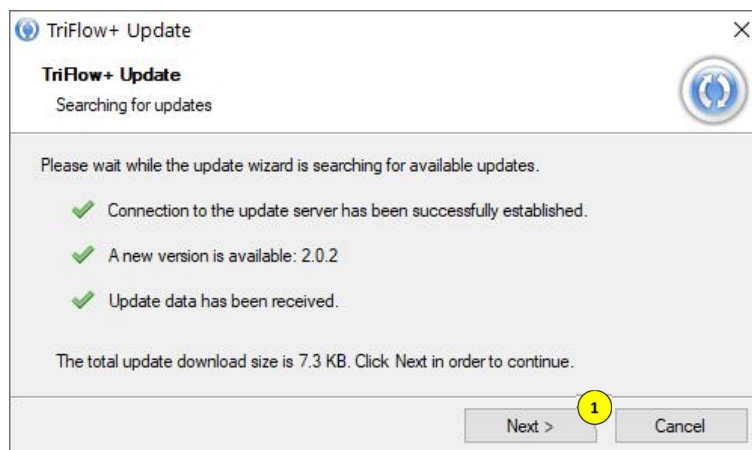

Abb. 23 Update verfügbar
Ist ein Update verfügbar, öffnet sich folgendes Fenster [Abb. 23 ]:
- Auf „Weiter“ (1) klicken [Abb. 23 ]